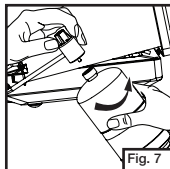

Fig. 7
- Débouchez la bouteille de propane et vissez la bouteille au détendeur, à la main. (Fig. 7)